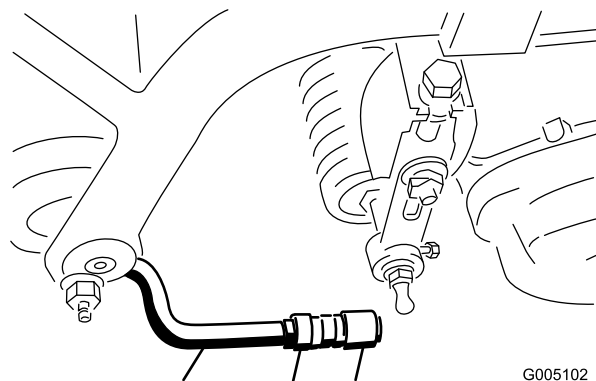

Figura 9
6. Allineate gli attacchi nei giunti sferici in modo che la parte aperta dell'attacco sia centrata verso il prigioniero a sfera. Serrate i controdadi per fissare gli attacchi in posizione (Figura 9).